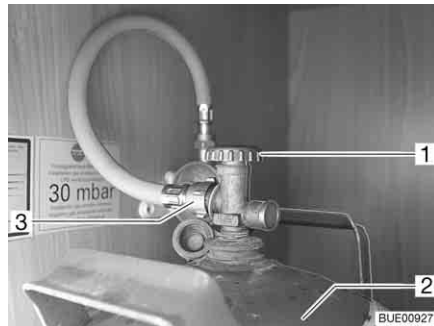

Fig. 158 Compartiment à gaz
- Fermer le robinet principal (Fig. 158,1) de la bouteille de gaz (Fig. 158,2). Observer le sens de la flèche.
- Dévisser la lyre (Fig. 158,3) de sur la bouteille de gaz.